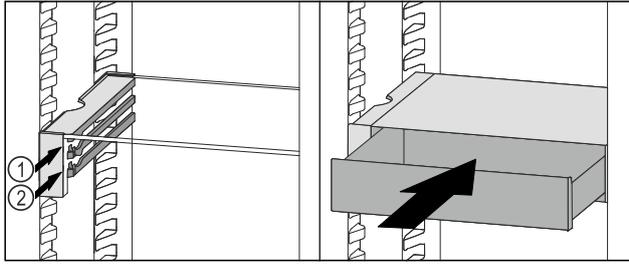

Fig. 105
- ▶ 将 VarioSafe 抽屉放置在所需肋梁 Fig. 105 (1) 或 Fig. 105 (2) 上的止动器后面。